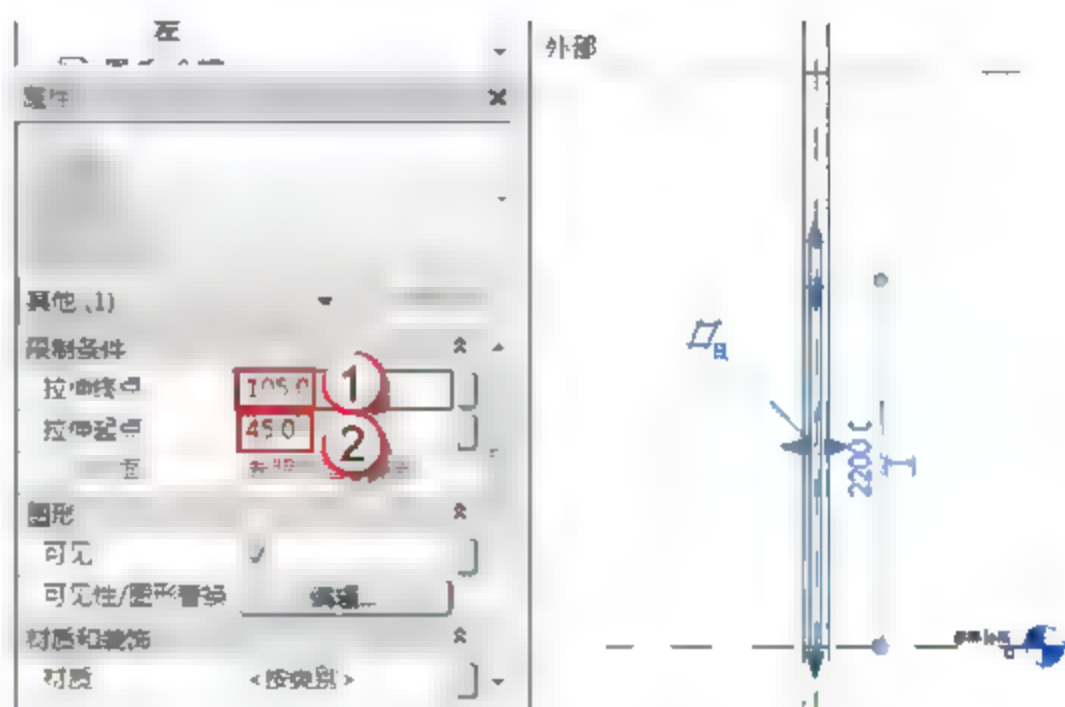

图 6.2.12 修改门框的位置及厚度
(11) 修改 FM1534 乙门框的位置及厚度。选择绘制好的门框,打开“属性”面板,在“拉伸终点”中输入“105”字样,在“拉伸起点”中输入“45”字样,如图 6.2.12 所示。